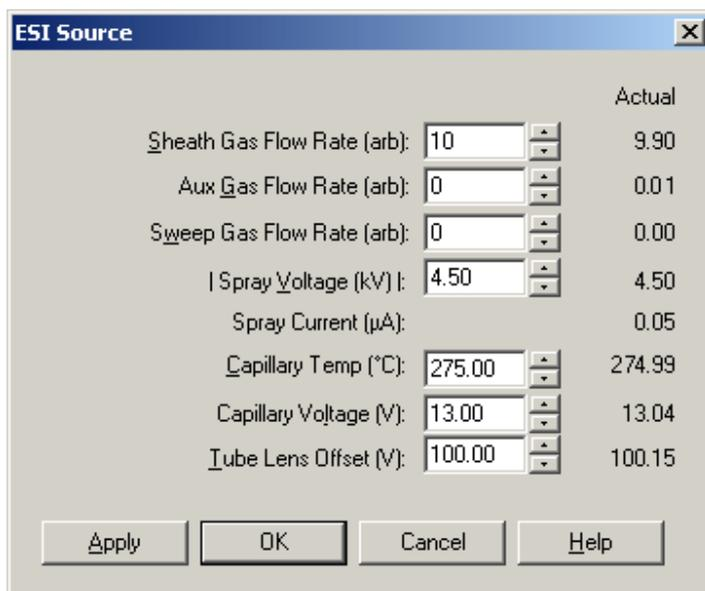
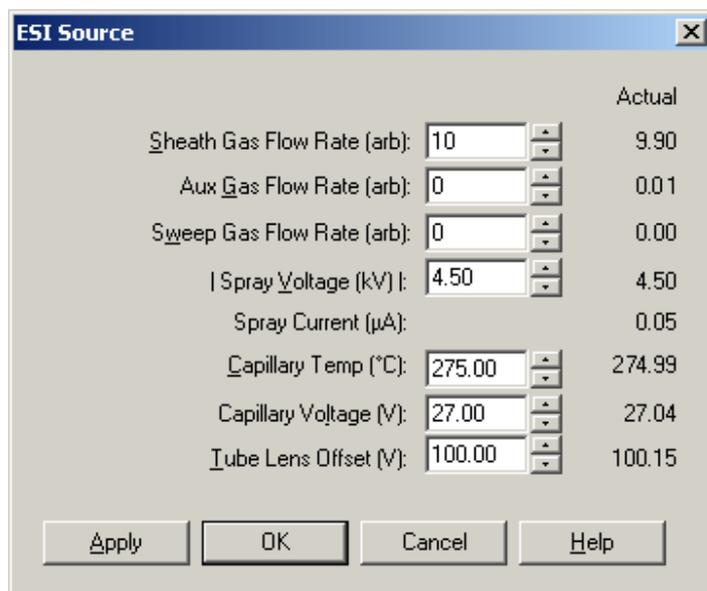

图3-4 ESI Source对话框，图中所示是开始典型低流速实验的参数设置。
图3-10 ESI Source 对话框，图中显示的是自动调谐的常规参数。
c. 点API Source 钮打开 ESI Source对话框。(看 图3-4所示的 Spray Current readback (喷雾电流反馈)
d. 观察Spray Current readback (喷雾电流反馈) 值和Spectrum view (质谱查看) 界面的离子化时间 (IT) 和归一化水平 (NL) 数值, 你可考虑如下关于离子流信号的问题:
8. 点 ESI Source 对话框检查调谐后的 ESI源参数。对比图3-10的设置和调谐前3-6页的图3-4的参数设置情况。